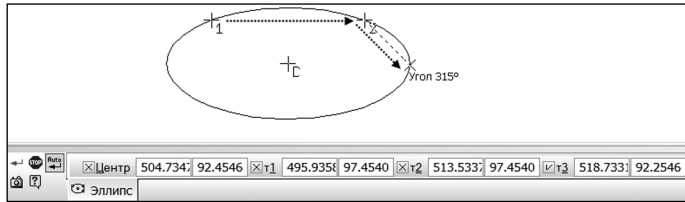

Рис. 10.46. Команда «Эллипс по центру и трем точкам»
- Кнопка **Эллипс по центру и трем точкам**  предназначена для построения эллипса по трем смежным точкам (рис. 10.46).